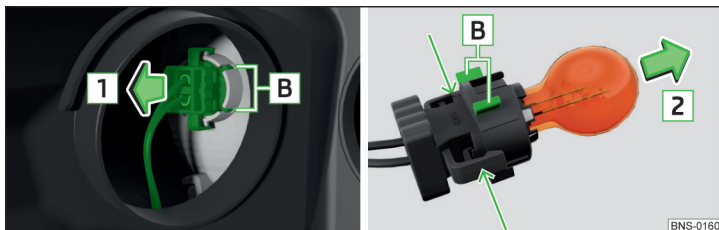

Fig. 375 Remplacement de l'ampoule du clignotant
- Retirez la fiche avec l'ampoule dans le sens de la flèche **1** en effectuant des mouvements de ballottage » fig. 375.